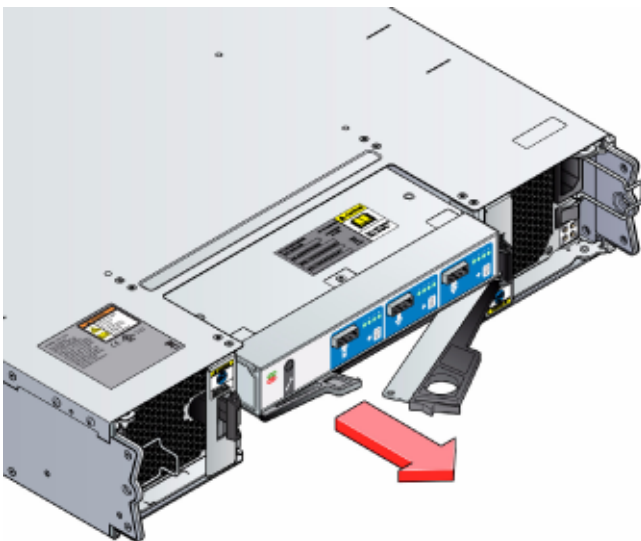

図6-9 ディスクI/Oモジュールの交換
3. ラッチをハンドルとして使用し、ディスクI/Oモジュールを取り外します。（図6-9参照）